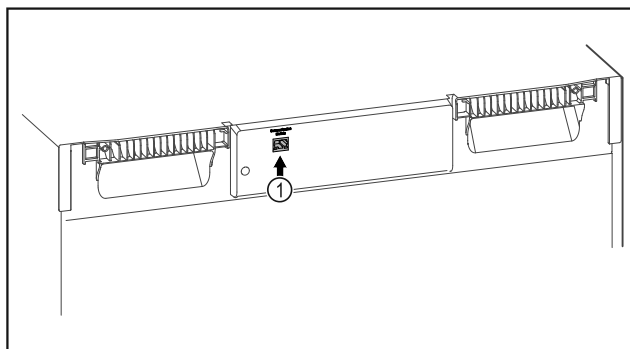

Fig. 102
- ☐ Je používán SmartModule Fig. 102 (1).